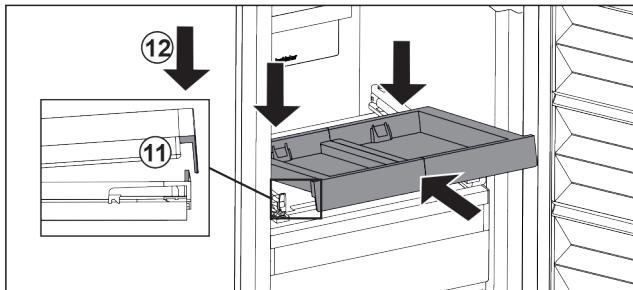

Fig. 127
- Zasuňte ju šikmo. Dbajte na to, aby sa na oboch stranach doraz nachádzal za sponou. Fig. 127 (11)
- Zložte vyťahovaciu poličku vpred. Fig. 127 (12)